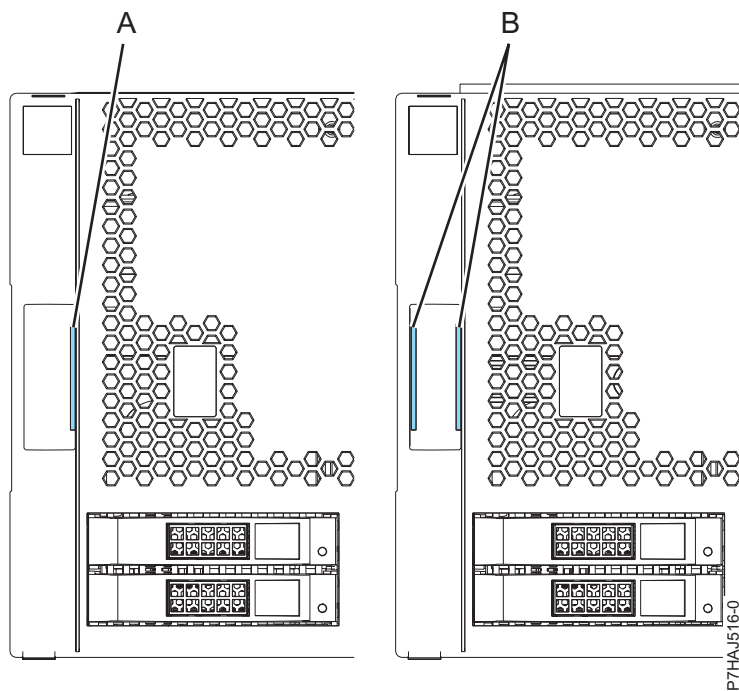

Figura 7. Identificando as Tampas Mais Antigas e as Mais Novas
Nota: As tampas mais antigas que foram enviadas antes de 1 de março de 2011 podem ser identificadas por uma única faixa azul (A) nas travas do conjunto da tampa. As tampas mais novas que foram enviadas depois de 1 de março de 2011 têm duas faixas azuis (B) nas travas do conjunto da tampa. Consulte Figura 7 na página 31.